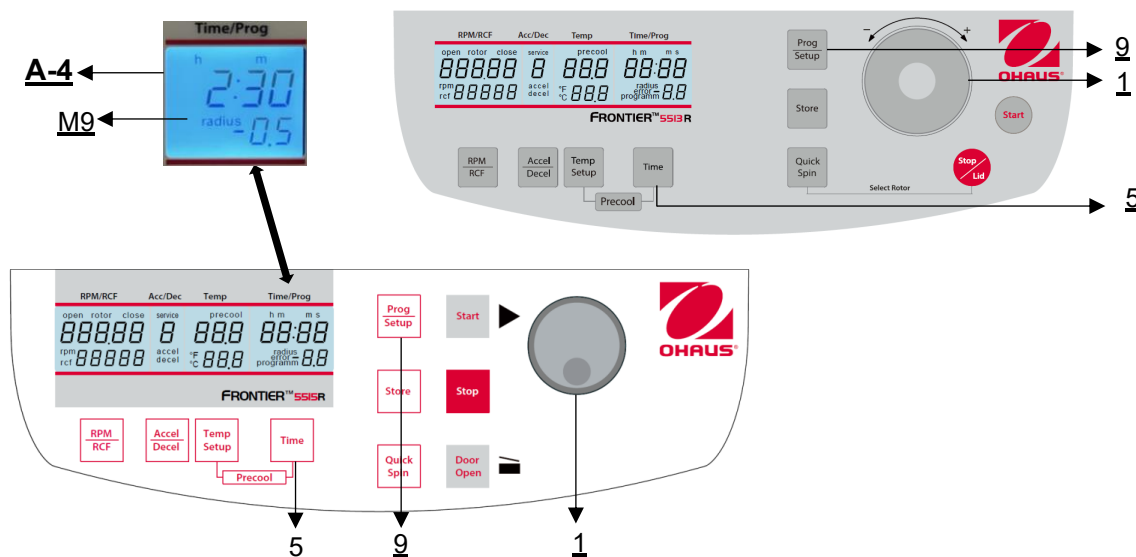

Figura 17
Per prima cosa, chiudere il coperchio della centrifuga, quindi premere contemporaneamente il tasto **"Tempo"** (5) e il tasto **"Prog/Setup"** (9) e tenerli premuti (vedere **Figura 17**).